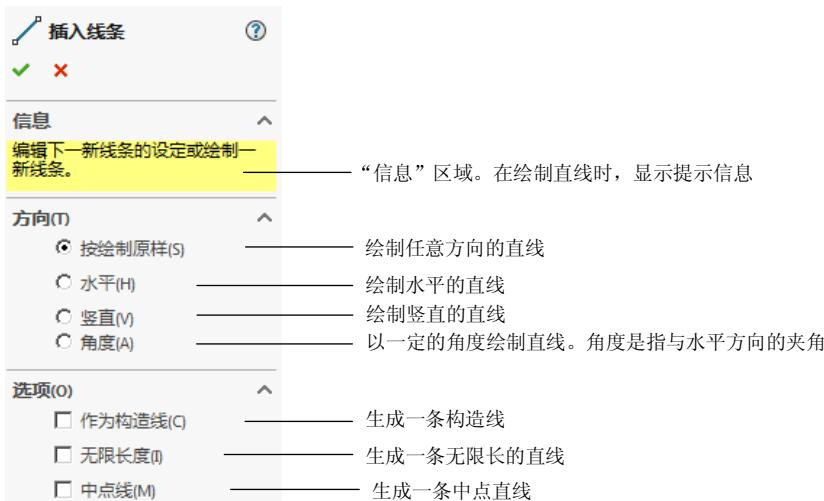

图 4.6.1 “插入线条”对话框
Step2. 选择命令。选择下拉菜单 **工具(T)** → **草图绘制实体(X)** → **直线(L)** 命令，系统弹出图 4.6.1 所示的“插入线条”对话框。